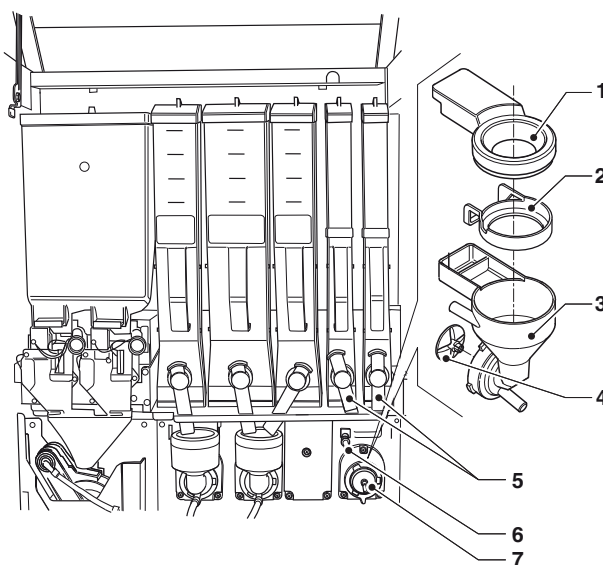

Fig. 9
- Enlever (voir fig. 9) des mixers les entonnoirs des poudres, les convoyeurs d'eau, les entonnoirs de dépôt de poudres et les ventilateurs des mixers solubles ;